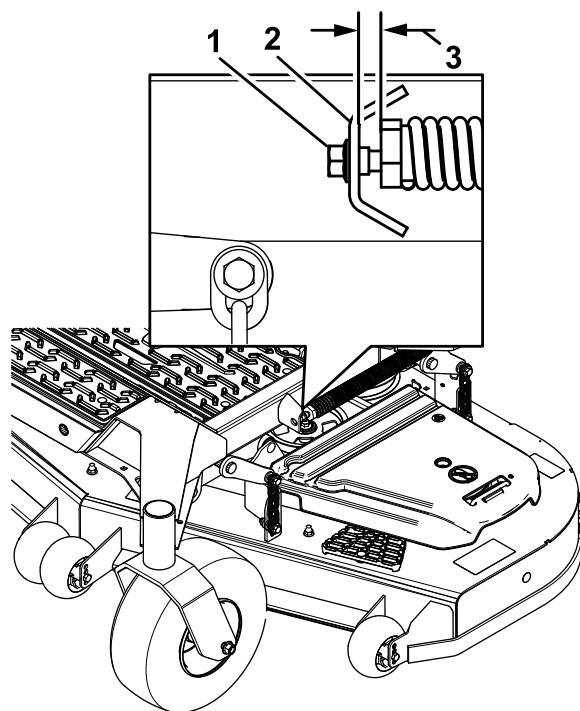

**Figura 82**
7. Verifique a nivelção da lâmina da frente para trás (**Figura 82**). Certifique-se de que a extremidade da lâmina dianteira é inferior à extremidade da lâmina traseira como se mostra na tabela da altura do calço e ancinho. Se necessitar de ajuste, continue com o procedimento.